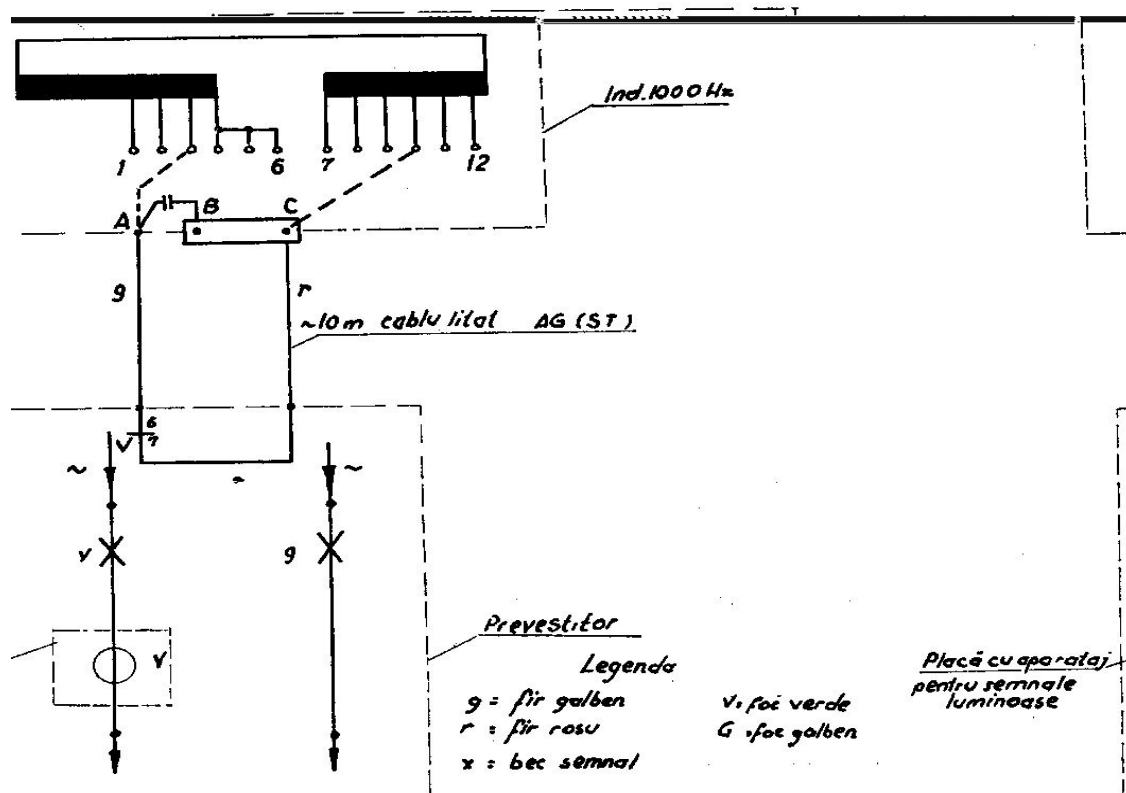

Fig. 47 Schema electrică și conectarea la semnalul prevestitor pe secții fără BLA, echipat cu inductor de cale de 1000 Hz
a) Semnalul prevestitor pe secții fără B.L. A. echipat cu inductor de cale de 1 000 Hz (fig. 47).